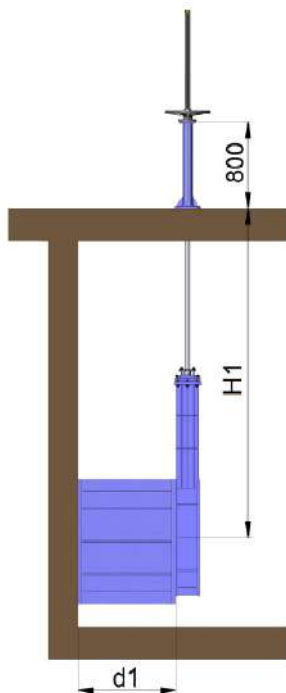

fig. 12
- La colonne de manœuvre standard est de 800 mm de hauteur (fig. 12). D'autres mesures de colonne sur commande.